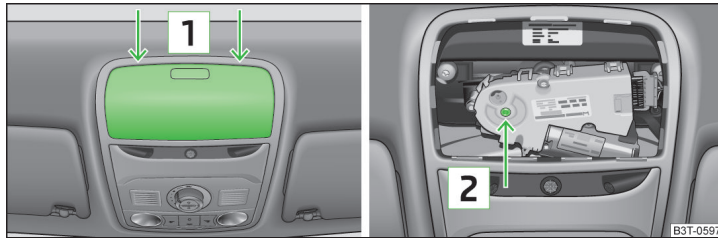

Abb. 193 Ansatzpunkt des Schraubendrehers / Öffnung zum Ansetzen des Schlüssels
- Einen etwa 5 mm breiten Schraubendreher vorsichtig in den Schlitz an den mit Pfeilen gekennzeichneten Stellen **1** » Abb. 193 einsetzen.